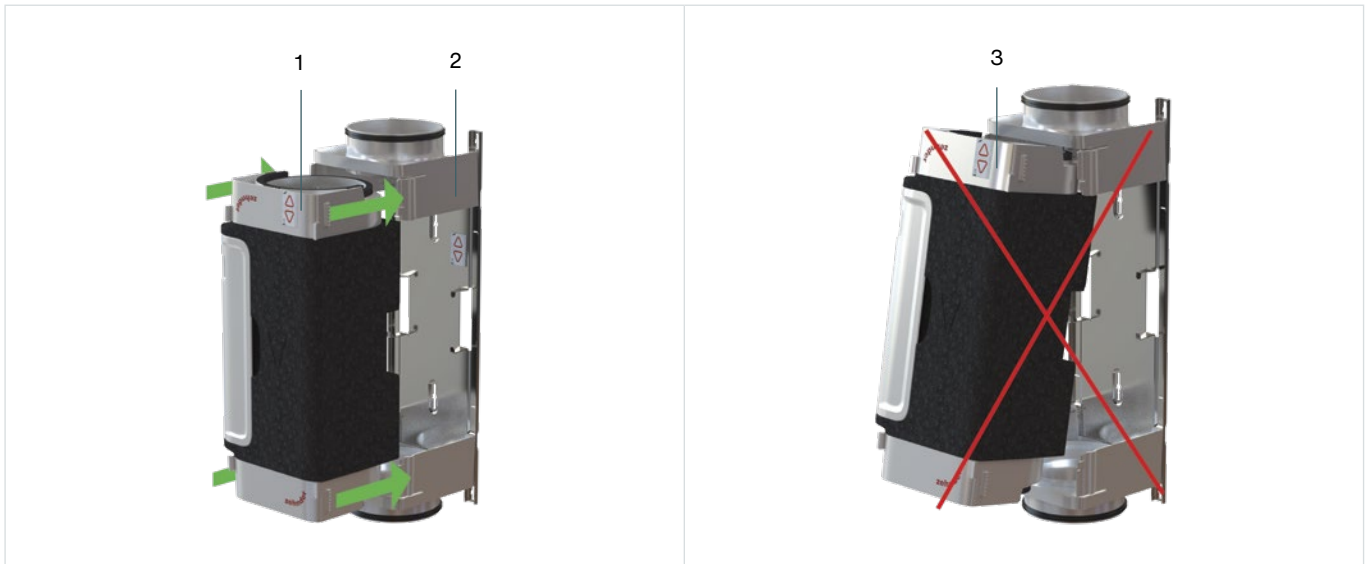

Fig. 5.3 - Posizionamento del modulo VM nel VM-frame
3. Riposizionare il VM-interior (Fig. 5.3, pos. 1) perpendicolarmente (ortogonalmente) nel VM-frame (Fig. 5.3, pos. 2).
Se il modulo VM viene posizionato inclinato (Fig. 5.3, pos. 3) subisce dei danni. Posizionare il modulo VM sempre perpendicolarmente (ortogonalmente), come raffigurato in Fig. 5.3, pos. 1 e pos. 2.
3. Posizionare il VM perpendicolarmente (ortogonalmente) (Fig. 5.3, pos. 1) nel VM-frame (Fig. 5.3, pos. 2).